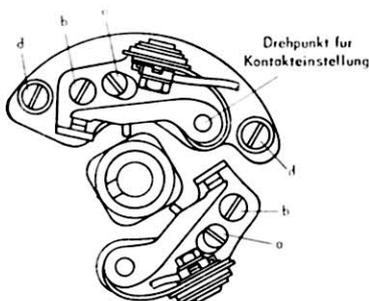

Bild 5
B) Einstellung der **Verteiler mit 2 und mehr Unterbrechern** (Bild 5 und 5 a)